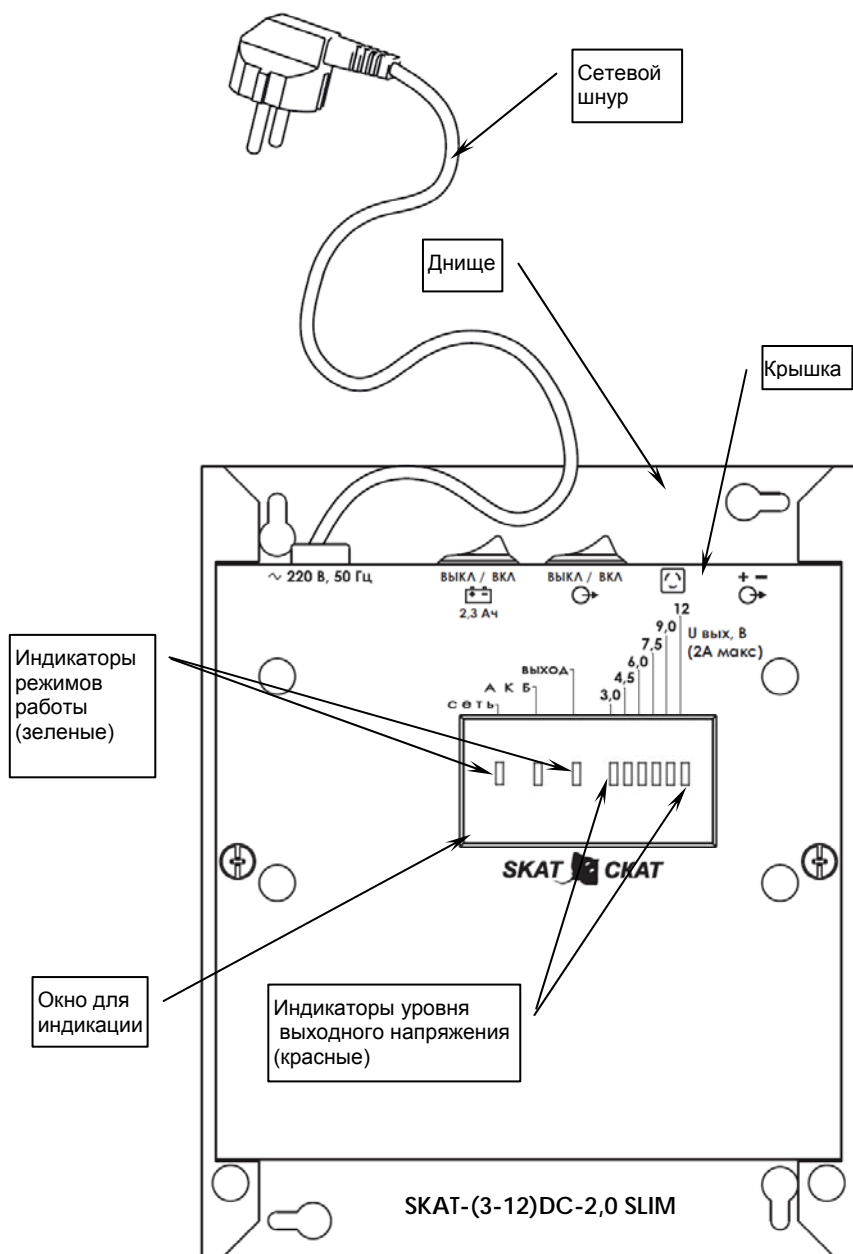

Рисунок 1 – Общий вид источника
**Источник представляет собой** резервированный источник питания, размещенный в металлическом корпусе, состоящем из днища и крышки с полупрозрачным пластиковым окном для индикации (см. рисунок 1). АКБ входит в состав изделия и размещена внутри корпуса источника.
Под пластиковым окном размещены три светодиодных индикатора зеленого цвета свечения, сигнализирующих о режимах работы источника, состоянии АКБ и выхода (см. рисунок 1 и таблицу 2), а также шесть светодиодных индикаторов красного цвета свечения, индицирующих уровень выходного напряжения.